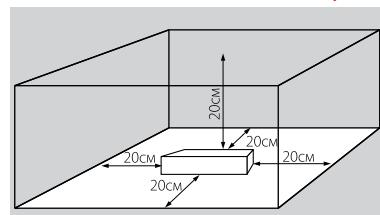

Рис. 3. Свободное пространство вокруг источника питания.
4.2. Для естественной вентиляции обеспечьте свободное пространство вокруг источника питания не менее 20 см, как изображено на Рис. 3. При невозможности обеспечить свободное пространство используйте принудительную вентиляцию.